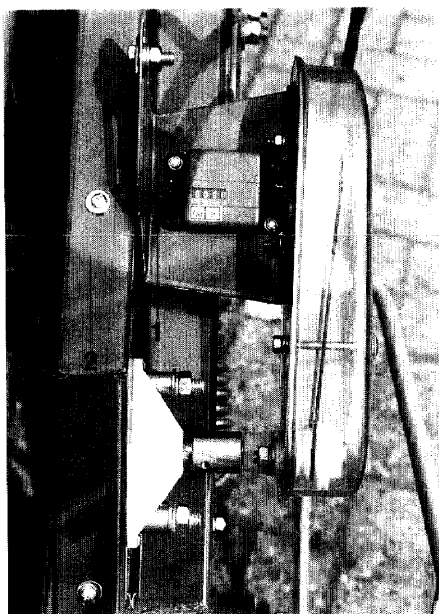

Fig. 103
Voor het begin van het werk dient men de hektarenteller door draaien van de verstelschroef (fig.103/1), op nul in te stellen.
- Ketting afscherming (fig. 103/2) van de zwenkbare aandrijving afnemen.
Kettingafscherming (fig.103/2) monteren.